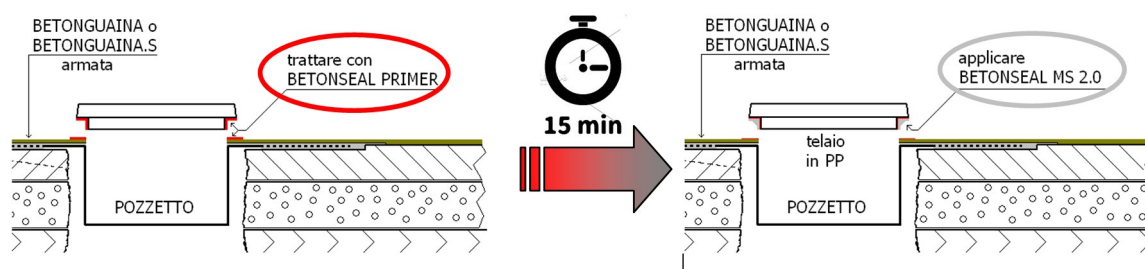

Fig. 7: preparazione ed incollaggio del telaio portagriglia in PP
- trattare la membrana con BETONSEAL PRIMER in corrispondenza della superficie su cui sarà incollata la faccia inferiore del telaio portagriglia (vedi Fig. 7);
- trattare anche la superficie del telaio da incollare frizionandola con un panno pulito e imbevuto di BETONSEAL PRIMER (vedi Fig. 7);
- dopo 10 – 15 minuti applicare un cordolo di BETONSEAL MS 2.0 sulla faccia inferiore del telaio portagriglia appena trattata (vedi Fig. 7);